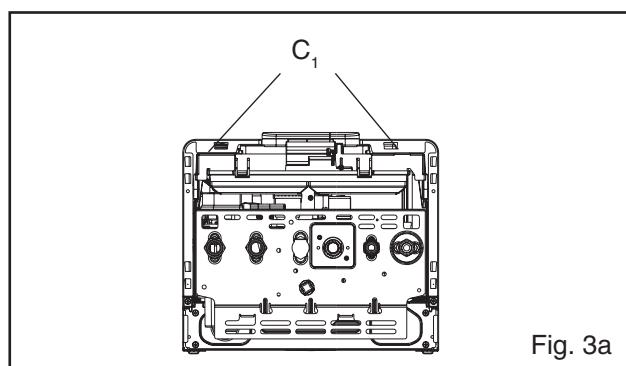
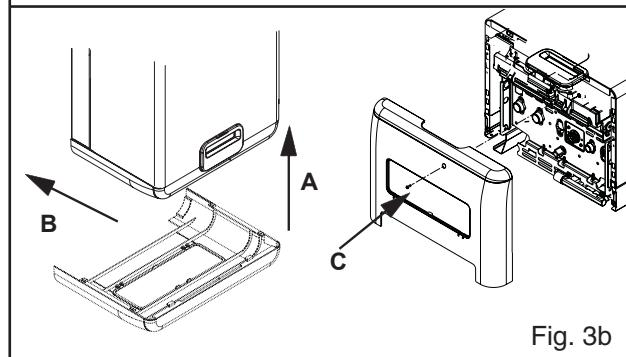

Fig. 3a
Fig. 3b
- 将带模板 (G) 的锅炉挂板 (F) 固定在要安装的墙面上，水平仪检查其水平状态。
- 在墙面上描绘出 4 个孔 (Φ 6 mm) 的位置，用以固定安装挂板 (F)；描绘出 2 个孔 (Φ 4 mm) 的位置，用以固定预安装模板 (G)。
- 固定锅炉后，移去螺丝 C₁ (Fig. 3a)，连接水管道和燃气管道，放置下部盖板使其挂钩挂住锅炉下部开槽，用螺丝 C 固定盖板。 (Fig. 3b)